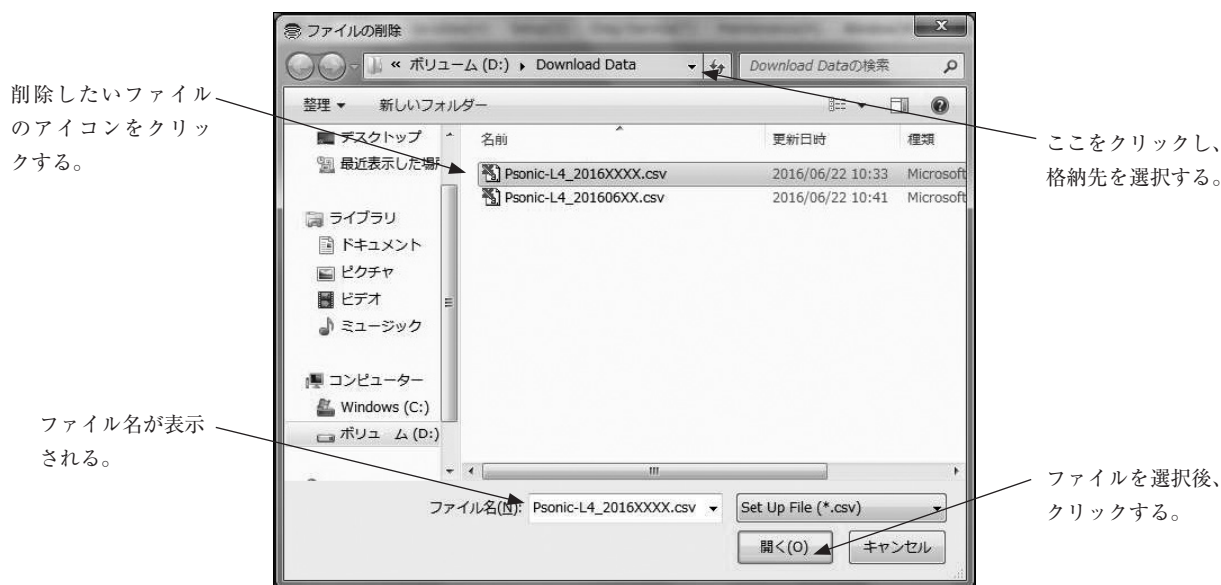

図3-87
- ① メニューの「File (F)」をクリックし、「Database (F)」のドロップダウンリストの中の「Delete File (X)」を選び再度クリックします。
- ② コモンダイアログ（図3-87）が表示されます。削除するファイルが格納されているドライブおよび、フォルダをドロップダウンリストにて選択します。
- ③ 削除するファイルをクリックし、選択します。「ファイル名 (N)」を確認し、「開く (O)」ボタンをクリックします。ファイルを削除せずに終了する場合は「キャンセル」ボタンをクリックします。